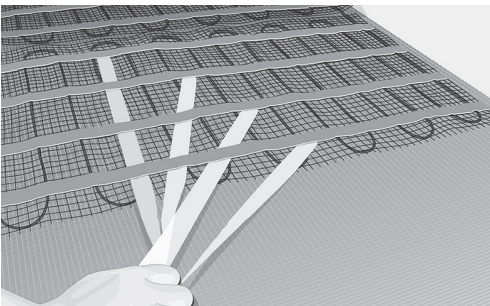

Рис. 8. Удаление защитного покрытия с ленты и фиксации прогонов мата
12. После того, как маты будут расположены в соответствии с вашим чертежом, хорошо покрывая поверхность пола, закрепите маты на полу, удалив защитное покрытие с двухсторонней ленты и слегка прижав ленту. Выполняйте процедуру до тех пор, пока весь мат не будет зафиксирован (рис. 8).